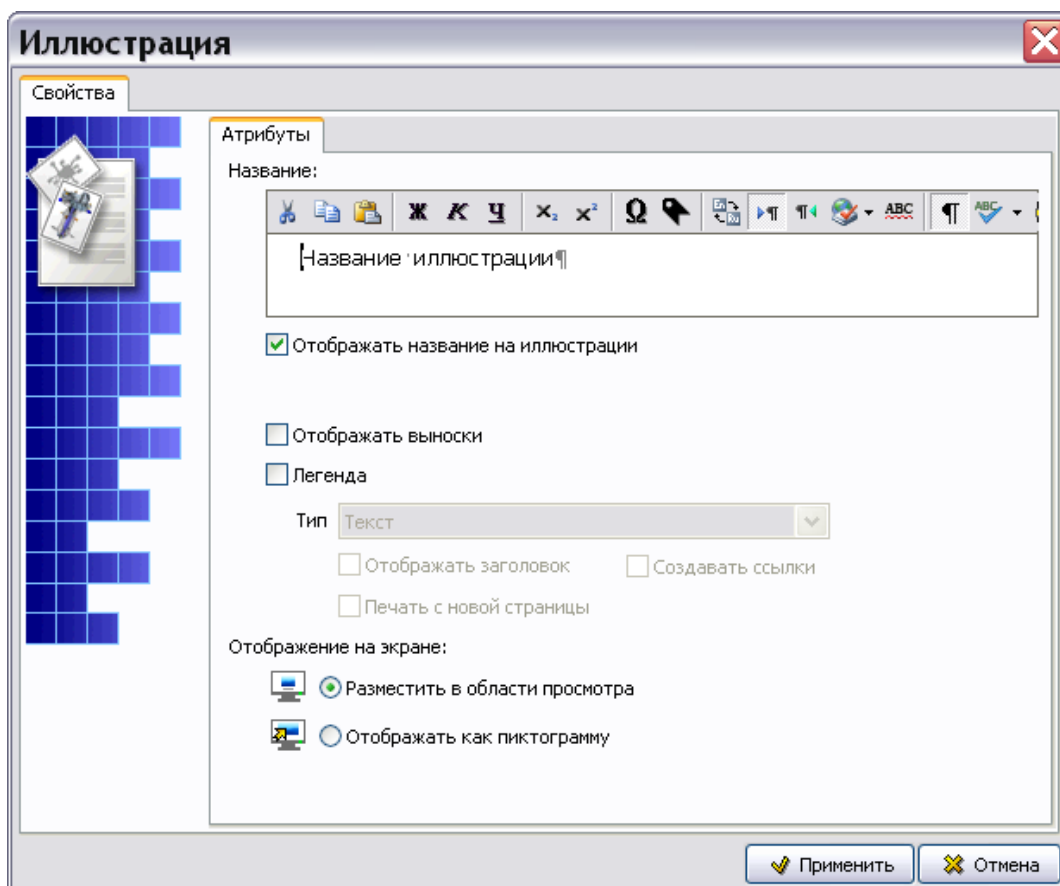

Рис. 13.29
3. Из контекстного меню выберите команду **Добавить иллюстрацию**. После этого откроется окно **Иллюстрация** (Рис. 13.29).